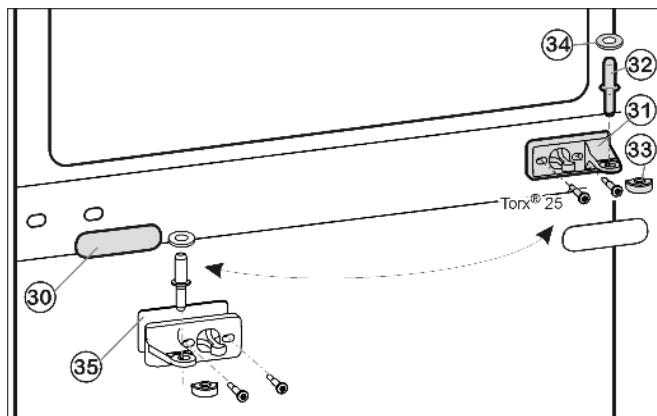
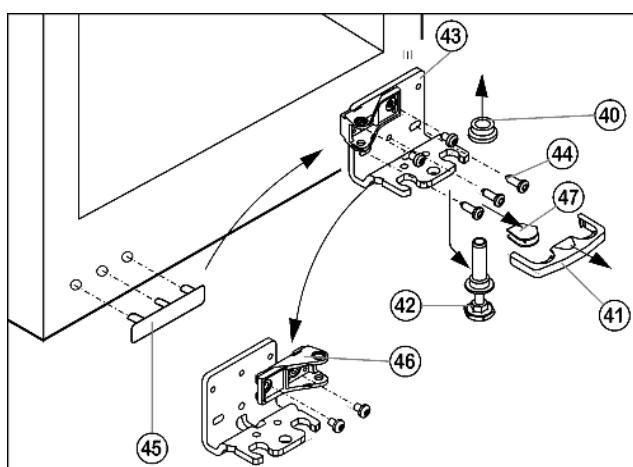

Fig. 11
Fig. 12
- ▶ Вытащите средний опорный палец Fig. 11 (32) с шайбой Fig. 11 (34) из опорного кронштейна и нижней дверцы.
- ▶ Пластмассовый колпачок Fig. 11 (33) снимите.
- ▶ Снимите средний опорный кронштейн Fig. 11 (31).
- ▶ Осторожно снимите накладку Fig. 11 (30).
- ▶ Прикрутите средний опорный кронштейн Fig. 11 (31) с поворотом на 180° на новую сторону шарнира (**с моментом 4 Нм**).
- ▶ Зашелкните накладку Fig. 11 (30), повернув на 180 °, на стороне, где теперь будет ручка.
- ▶ Предохранитель *Fig. 12 (41)* снимите движением вперед.
- ▶ Снимите крышку *Fig. 12 (47)*.*
- ▶ Полностью вверните регулируемую опору *Fig. 12 (42)*.
- ▶ Вытяните опорный палец *Fig. 12 (42)* вниз и вперед. При этом следите за гнездом шарнира *Fig. 12 (40)*.
- ▶ Открутите опорный кронштейн *Fig. 12 (43)* (3 шт. Torx 25) *Fig. 12 (44)*.
- ▶ Осторожно снимите и переставьте на противоположную сторону крышку со стороны ручки *Fig. 12 (45)*.
- ▶ Снова прикрутите нижний опорный кронштейн *Fig. 12 (43)* на новой стороне шарнира (**с моментом 4 Нм**). При необходимости используйте аккумуляторный шуруповерт.
- ▶ Открутите опорный кронштейн *Fig. 12 (46)* и снова прикрутите внутри с поворотом на 180°.
- ▶ Установите крышку *Fig. 12 (47)* на противоположной стороне.*
- ▶ Предохранитель (41) нужно зафиксировать сбоку на кронштейне, чтобы опорный палец и двери были защищены от выпадения.
- ▶ Снова защелкните предохранитель (41) на опорном кронштейне.
- ▶ Наденьте гнездо шарнира *Fig. 12 (40)*.
- ▶ Установите дверцу сверху на нижний опорный палец *Fig. 12 (42)*.
- ▶ Снова наденьте пластмассовый колпачок *Fig. 11 (33)* на средний опорный кронштейн *Fig. 11 (31)*.
- ▶ Вставьте средний опорный палец *Fig. 11 (32)* на новой стороне шарнира через средний опорный кронштейн *Fig. 11 (31)* в нижнюю дверцу.
- ▶ Установите шайбу *Fig. 11 (34)* на средний опорный палец *Fig. 11 (32)*.
- ▶ Установите верхнюю дверцу на средний опорный палец Fig. 11 (32).
- ▶ При необходимости выровняйте дверцы через два продольных паза в нижнем опорном кронштейне Fig. 12 (43) и среднем опорном кронштейне Fig. 11 (31) параллельно корпусу устройства. Для этого выкрутите средний винт на нижнем опорном кронштейне Fig. 12 (43).